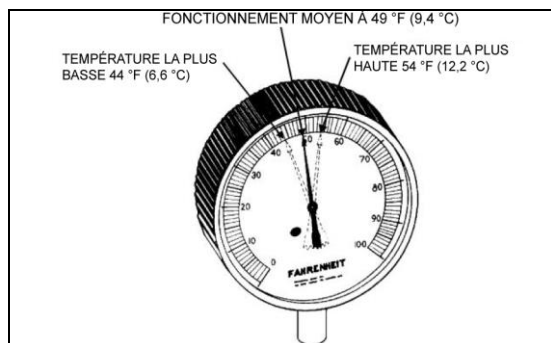

FIGURE 55 : TEMPÉRATURE LA PLUS BASSE ET LA PLUS ÉLEVÉE AU BULBE À DISTANCE 22047
6. Observer approximativement cinq mesures à des intervalles de deux minutes et convertir en température à l'aide du tableau de pression de vapeur. De la même façon, observer la mesure de température au bulbe à distance à des intervalles de deux minutes, et noter la mesure la plus basse et la plus élevée (Figure 55).